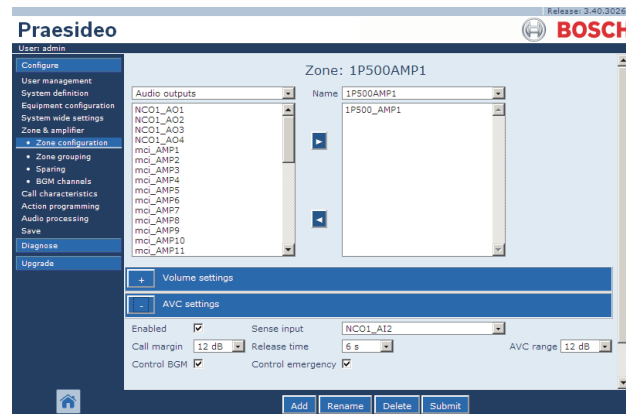

abbildung 50.1: AVC-Einstellungen
Evakuierungsvorschriften einzuhalten. Wenn dies der Fall ist, wird die Anpassung des BGM auf AVC-Bereich geschaltet (siehe Abbildung 50.1). Um ungewünschte Überwachungsfehler zu vermeiden, stellen Sie sicher, dass folgende Bedingungen eingehalten werden:
- 1 Gehen Sie zur Kategorie *AVC settings* der Seite *Zone Configuration*. Im Mainframe der webbasierten Benutzeroberfläche erscheint ein Bildschirm, der dem in abbildung 50.1 ähnelt.